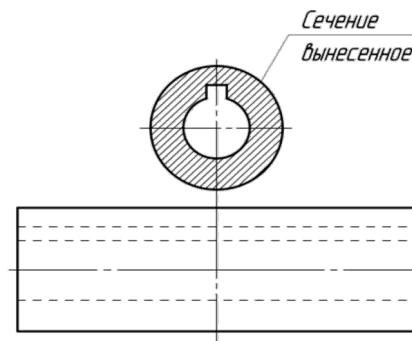

Рисунок 3. Вынесенное симметричное сечение (без обозначения)
**Вынесенное симметричное сечение** (сечение по проекционной связи без обозначения) - ещё один способ визуализации среза предмета, который в виду своей практичности, является более предпочтительным (рисунок 3). Такой вид зрительного воспроизведения может компоноваться в непосредственной близости от основного изображения, причём ось симметрии должна совпадать с местоположением секущей плоскости и пересекать внешнее очертание предмета.